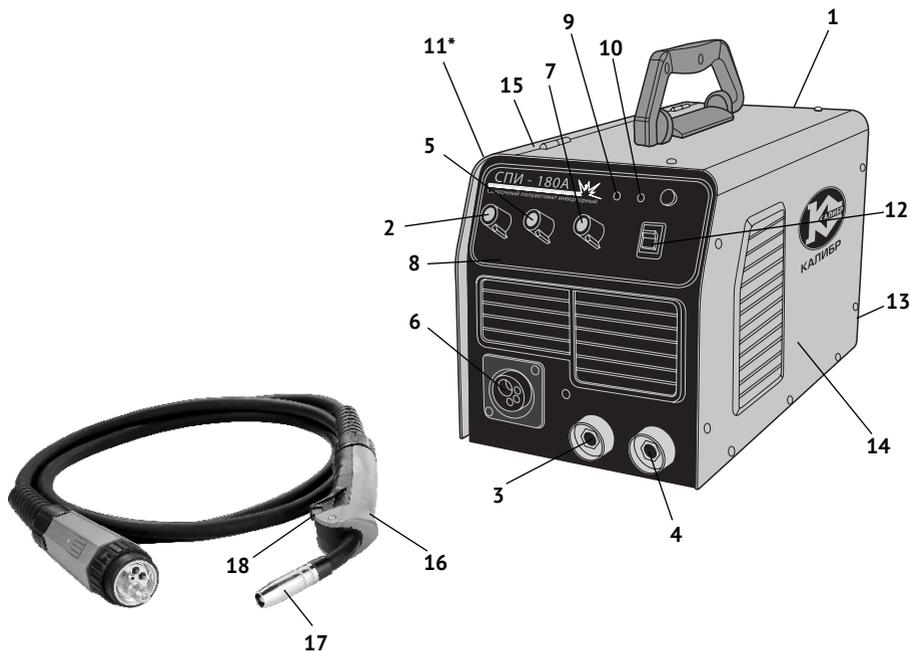

рис.1
4.1 Общий вид полуавтомата представлен на рис. 1:
4.2 Основные узлы сварочного полуавтомата: трансформаторы, конденсаторы, радиаторы, плата управления и вентилятор расположены в металлическом корпусе (рис.1 поз. 5) с вентиляционными решётками для отвода тепла. Охлаждение прибора обеспечивают радиаторы и вентилятор. На передней панели (рис.1 поз.8) расположены органы управления сварочного полуавтомата: ручка регулировки (рис.1 поз.2), регулирующая ток сварки, в режиме «ММА» и скорость подачи проволоки в режиме «MIG/MAG/NoGas», ручка регулировки напряжения сварочного контура (рис.1 поз.5); ручка регулировки индуктивности (рис.1 поз.7). Регулятор «индуктивность» изменяет динамические свойства источника питания, позволяя более тонко производить настройку процесса сварки в режиме «MIG/MAG/NoGas». Клавиша (рис.1 поз.12) переключает режимы работы прибора: «ММА» – ручная дуговая сварка штучными электродами и «MIG/MAG/NoGas» – сварка плавящейся электродной проволокой в среде защитного газа. Сверху на панели расположены два индикатора: сети (рис.1 поз.9) горит постоянно после подключения аппарата к однофазной сети и перегрева (рис.1 поз.10) загорается при превышении теплового режима сварочного полуавтомата. При этом процесс сварки автоматически останавливается. Не отключая аппарат, дождитесь пока температура не снизится до рабочего диапазона и индикатор погаснет. Нажатием на кнопку (рис.1 поз.11) осуществляется подача электродной проволоки к горелке после установки новой катушки с электродной проволокой.
В нижней части передней панели расположены три быстрозажимных клеммы: кабель с зажимом подсоединяется к клемме «-» (рис.1 поз.3), кабель с держателем электрода (сварка в режиме «ММА») соединяется с клеммой «+» (рис.1 поз.4), кабель горелки (сварка в режиме «MIG/MAG/NoGas») соединяется с разъёмом «+» (рис.1 поз.6).
Под крышкой (рис.1 поз.15) расположен механизм подачи электродной проволоки: барабан с катушкой электродной проволокой, 2-х роликовый механизм подачи проволоки к горелке через направляющую трубку. Это так называемый толкающий способ подачи проволоки, когда механизм подачи приводится в действие двигателем постоянного тока.
- выключатель (рис.1 поз.1), который имеет два фиксированных положения «I» - включено и «0» - выключено;
- штуцер (рис.1 поз.13) подключения шланга подачи газа;
6.4.1 Сварочный кабель с электрододержателем (режим сварки «ММА») подключается к быстрозажимной клемме «плюс» (рис.1 поз.4), за исключением случая использования кислотных электродов. В любом случае, сначала ознакомьтесь с инструкцией на упаковке электродов.
6.4.2 Сварочный кабель с горелкой (режим сварки «MIG/MAG/NoGas») подключается к быстрозажимной клемме «плюс» (рис.1 поз.6).
6.4.3 Кабель массы (при обоих режимах сварки) подключается к быстрозажимной клемме «минус» (рис.1 поз.3) и крепится к рабочей поверхности, как можно ближе к месту сварки.
Перед началом сварки, при отключённом от сети аппарате, необходимо проверить правильность и надёжность подключения кабелей, заземление корпуса аппарата и положение клавиши переключателя режимов (рис.1 поз.12) в режим «ММА». После этого подключить сварочный полуавтомат к сети и перевести выключатель (рис.1 поз1) в положение «I» - включено.
7.1.1 В большинстве случаев кабель с держателем электрода подключается к быстрозажимной клемме «плюс» (рис.1 поз.4), однако есть некоторые виды электродов, подключаемых к быстрозажимной клемме «минус» (рис.1 поз.3), поэтому подключать сварочные кабели следует в соответствии с полярностью аппарата «+» и «-» и типом электродов.
7.1.4 Ток сварки регулируется с помощью ручки потенциометра (рис.1 поз.2).
Перед началом сварки, при отключённом от сети аппарате, необходимо проверить правильность и надёжность подключения обратного кабеля и сварочной горелки, системы газоснабжения, заземление корпуса аппарата и положение клавиши переключателя режимов (рис.1 поз.12) в режим «MIG/MAG/NoGas».
- открыть крышку (рис.1 поз.15) отсека механизма подачи электродной проволоки;
- подключить сварочный полуавтомат к сети и перевести выключатель (рис.1 поз1) в положение «I» - включено;
- нажать на кнопку (рис.1 поз.11) и когда проволока выйдет из конца горелки на 10 – 15 мм, отпустить кнопку;